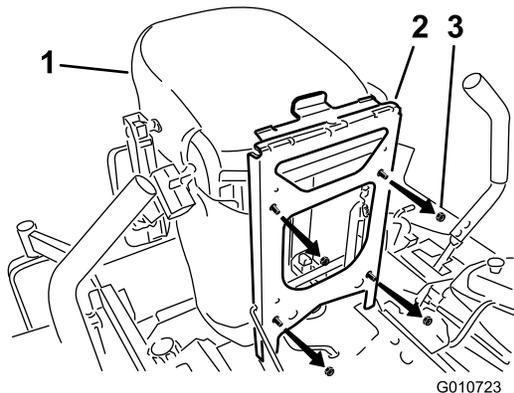

Figura 2
2. Retire las tuercas que sujetan el asiento al bastidor del asiento (Figura 2).